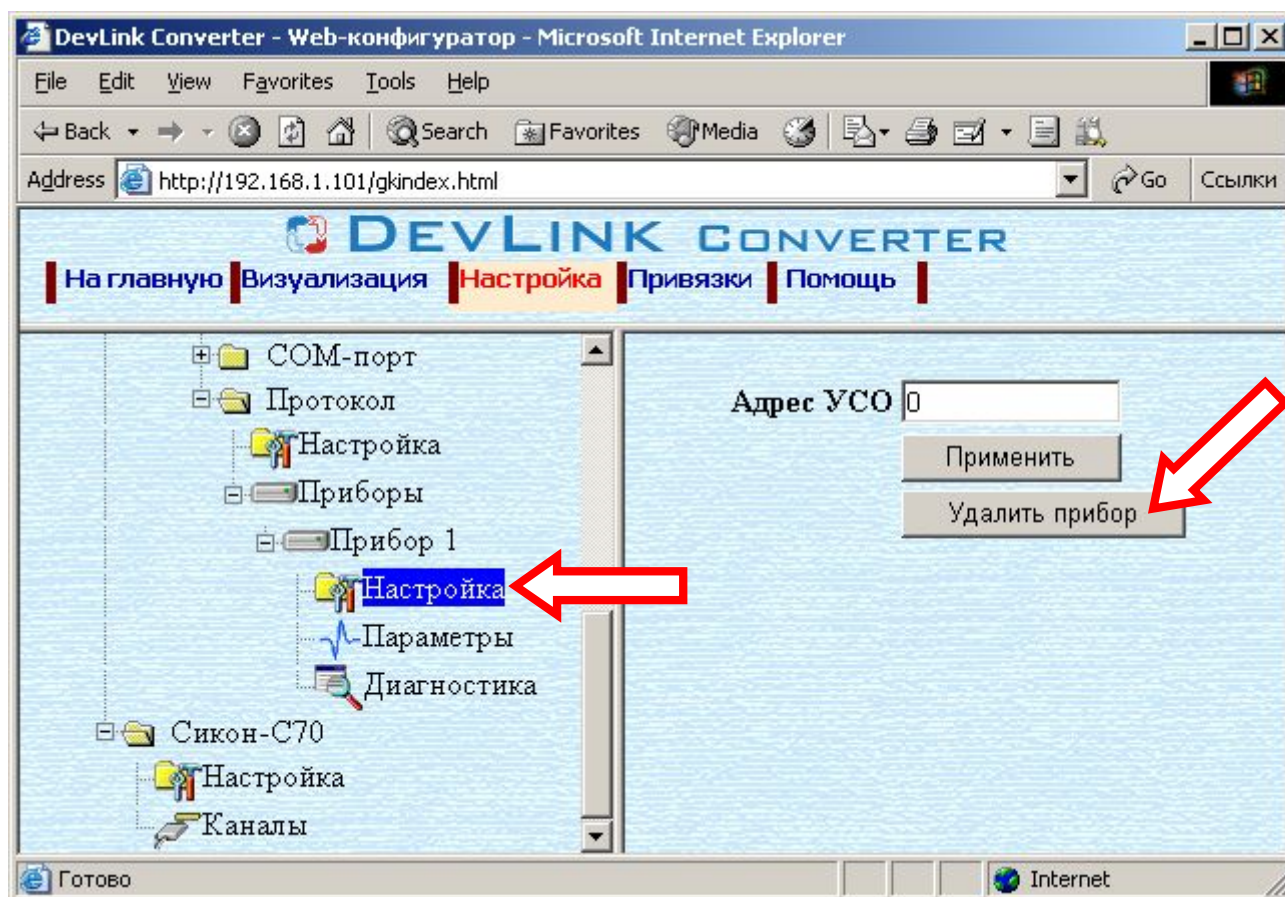

Рисунок 3.7 – Удаление канала
- Выберите в дереве объектов *папку «Настройка»* прибора нужного канала драйвера (рисунок 3.7).